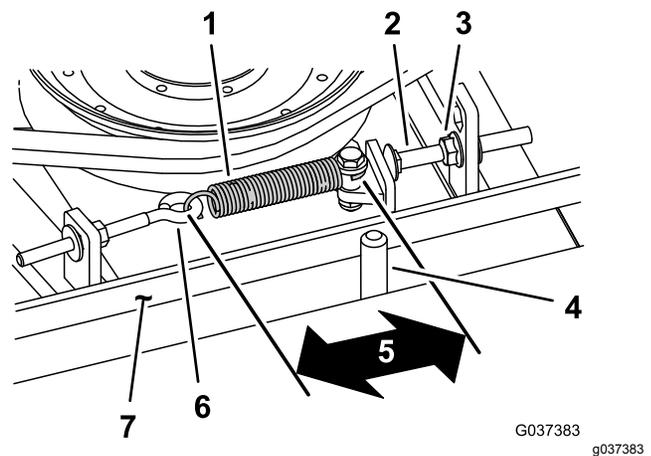

Рисунок 75
При правильном натяжении внутренняя длина пружины растяжения (между зацепами) должна быть приблизительно 8,3–9,5 см. После того, как будет достигнуто правильное натяжение пружины растяжения, отрегулируйте упорный болт (каретный болт) так, чтобы между головкой болта и рычагом натяжного ролика оставался зазор 2–5 мм. (Рисунок 75).
Примечание: Убедитесь, что ремень расположен на направляющей ремня со стороны пружины (Рисунок 75).
2. Ослабьте рым-болт, чтобы можно было снять пружину растяжения (Рисунок 75).
3. Ослабьте фланцевую гайку, которая крепит упорный болт к монтажному выступу, и отодвиньте натяжной ролик от ремня, чтобы ослабить натяжение ремня (Рисунок 75).
9. Подсоедините пружину растяжения (Рисунок 75) к рым-болту и натяните ремень следующим образом: